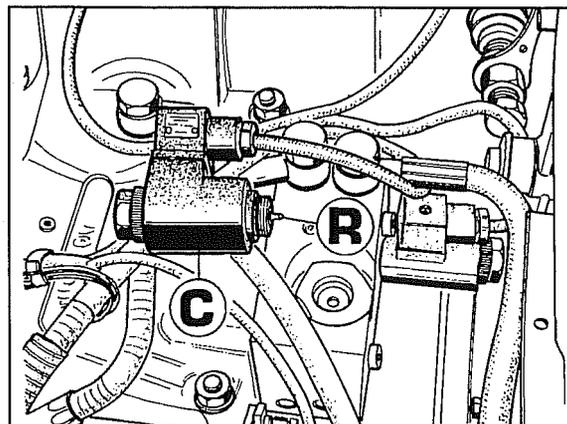

Fig. 15
- a. Remonter la bobine **C** fig.15 sur le solénoïde.
- d. Le relevage étant abaissé, actionner l'interrupteur du relevage dans la position de montée (en maintenant enfoncé le bouton de sécurité) en vérifiant que la pointe du solénoïde **R** (fig.15) fait sa course ; si c'est le cas, cela signifie que le groupe fonctionne.